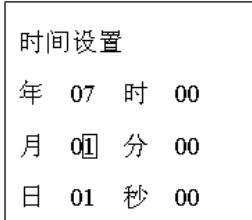

图 23
- 这时按“◀”键，不保存修改值，返回到选择框状态，如图 23 所示